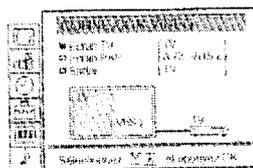

Fig. 48
- 1 Sélectionnez le symbole "Connexion vidéo" avec >+ ou ?- et appuyez sur OK. Le menu CONNEXION VIDEO apparaît. (voir Fig. 48)